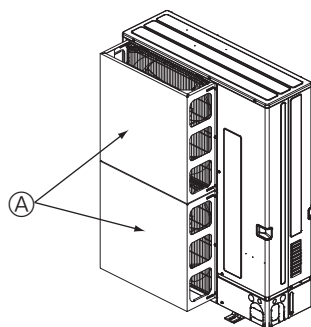
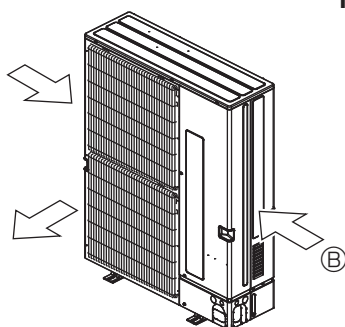

Fig. 2-3
Fig. 2-4
- ② Installez un dispositif de protection contre le vent si l'appareil est installé à un endroit où des vents violents, en cas de typhon par exemple, risquent de souffler directement dans la sortie d'air. (Fig. 2-3)
- ③ Dispositif de protection contre le vent
- ④ Placer l'appareil de sorte que la sortie d'air souffle dans la direction perpendiculaire à celle des vents saisonniers, si celle-ci est connue. (Fig. 2-4)
- ⑤ Sens du vent